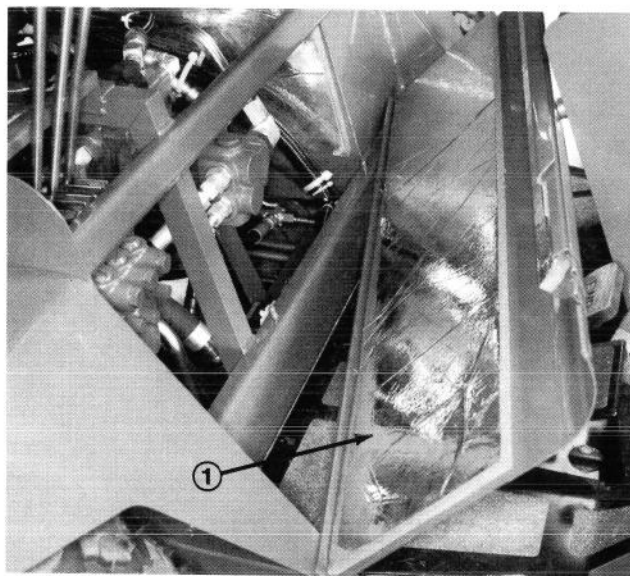

Fig. 18
3. Alzare il pannello anteriore (Fig. 18) e toglierlo.
5. Montare il pannello anteriore sulle spine d'attacco (Fig. 18). Abbassare il sedile nella posizione normale, e fissarlo con la spina di bloccaggio (Fig. 16).